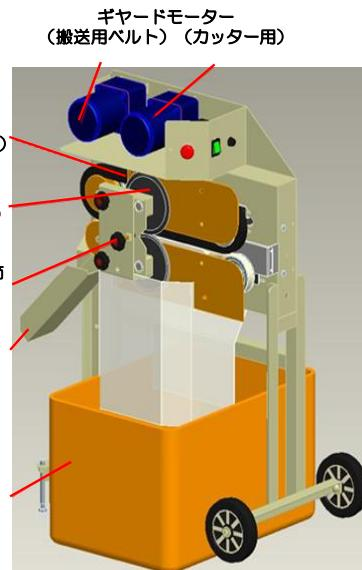

図1 実用化した球根調製機の各部名称
- 2) 本機を利用した球根調製の作業手順は以下のとおりです(図 1, 2)。